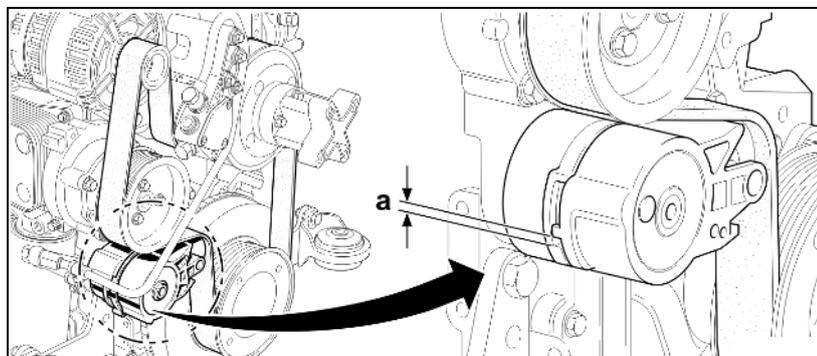

Fig. 170
1. Colocar la bandeja de recogida debajo del tornillo de cierre (Fig. 170/1).